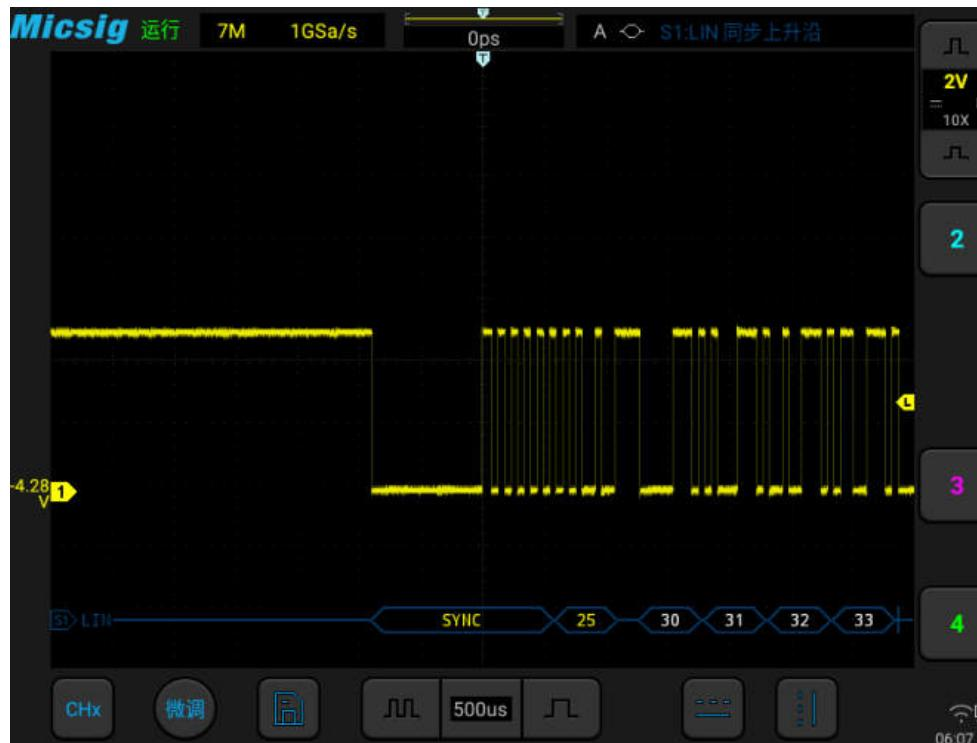

图12-12 LIN 图形界面
- (1) 轻点 S1 打开解码通道，再次点击打开总线配置菜单；
- (2) 选择总线类型为 “ LIN”，依次点选 “ Ch1” “空闲高” “ 9.6kb/s”， 然后关闭菜单；
(3) 打开触发方式配置菜单，点选“同步上升沿”；
(4) 点按配置信息，打开解码通道阈值电平调节框，上下拖动调节框可以调节阈值电平；根据信号的幅值电平调节阈值电平使信号稳定触发。LIN 触发图形界面见图 12-12：